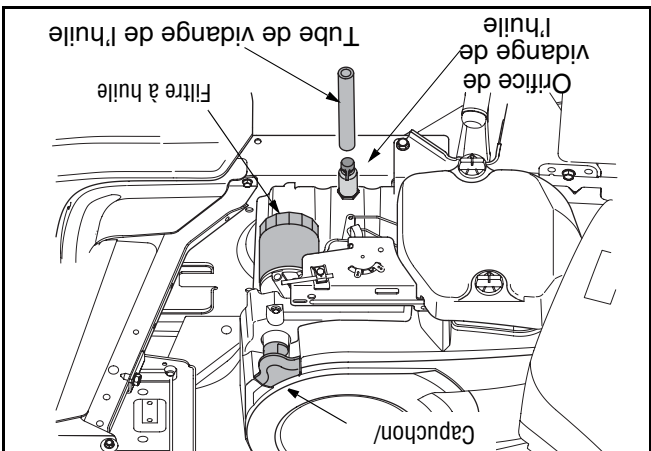

Figure 15
- Soulevez le capuchon de protection à l'extrémité de la soupape de vidange de l'huile pour exposer l'orifice de vidange. Voir la Figure 15.
1. Desserrez l'écrou de blocage de la tige d'entraînement sur l'arrière du joint à rotule. Voir la Figure 15.